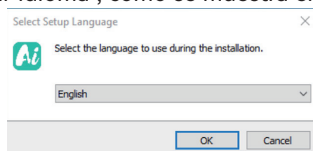

Figura 3
3.1.2 Seleccione "Configurar idioma", como se muestra en la figura 3: